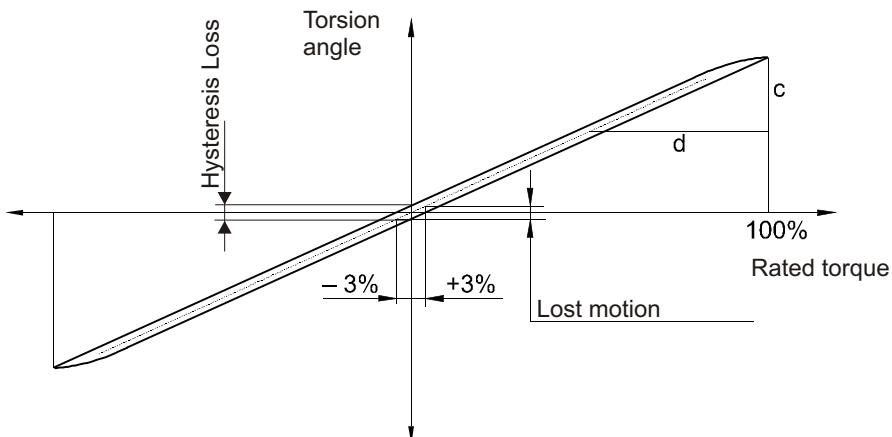

Fig. 3.7a: Hysteresis curve and the definition of stiffness / Hysteresekurve mit Definition Steifigkeit und Lost Motion
If the input shaft and the case are fixed and a torque is applied to the output flange, then the load diagram has a shape of a hysteresis curve (Fig. 3.7a).
Lost motion (LM) is a pitch angle of the output flange at $\pm 3\%$ nominal torque measured on the centerline of the hysteresis curve (Fig. 3.7a).
Wenn die Eingangswelle und das Gehäuse gegen das Verdrehen gesichert werden und der Ausgangsflansch durch ein Zu- und Abnehmendes Drehmoment belastet wird, erhält man für den Verlauf des Drehwinkels der Abtriebsflansche die Hysterese-Kurve (Abb. 3.7a).
Die "Lost Motion" ist der Drehwinkel des Ausgangsflansches bei einem Drehmoment von $\pm 3\%$ des nominellen Drehmomentes, gemessen an der Mittellinie der Hysterese-Kurve (Abb. 3.7a).